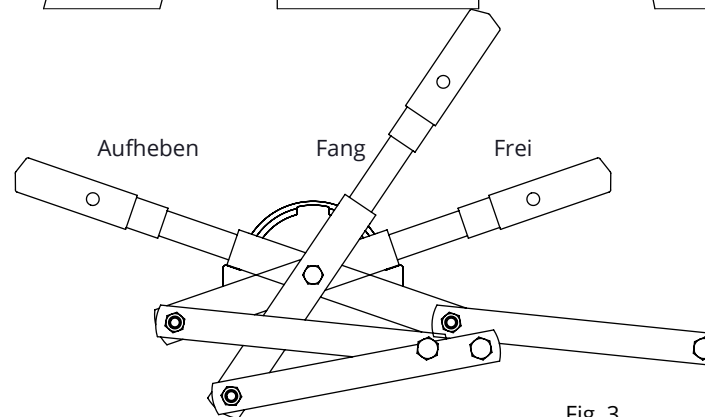

Fig. 3
1. Stelle den Bedienhebel in die Position "Fangen" (fig. 3), die Löcher in die Führungsschiene und die Löcher in das Oberprofil gegenüber einander liegen.